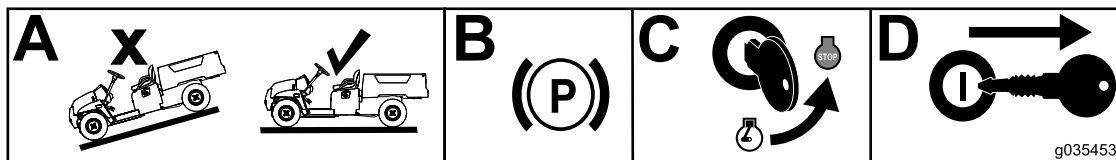

Figura 1
1. Mueva la máquina a una superficie nivelada (Figura 1, A).
2. Ponga el freno de estacionamiento (Figura 1, B).
3. Pare el motor (Figura 1, C).
4. Retire la llave de contacto (Figura 1, D).